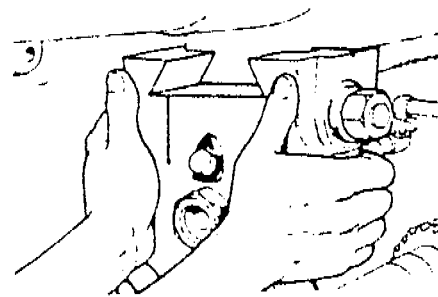

Figura 6
2. Cuando se trata de ejes largos y montados en el husillo principal se montan uno o dos soportes ( Figura 6 ).